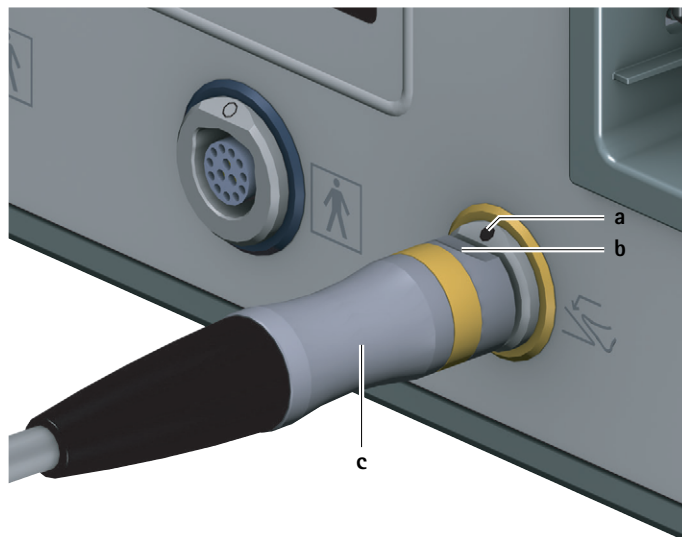

Fig. 2 Anslut fotstyrning
- Rikta fotstyrningens kontaktstycke c så att markeringen b på kontaktstycket stämmer överens med markeringen a på fotstyrningens 6 anslutningsuttag, se Fig. 2.
- Dra ut kontakten för fotstyrningen c från anslutningsuttaget för fotstyrningen 6, se Fig. 2.